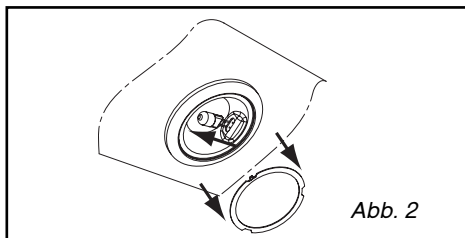

Abb. 2
- Die Leuchtblende entfernen (Abb. 2).